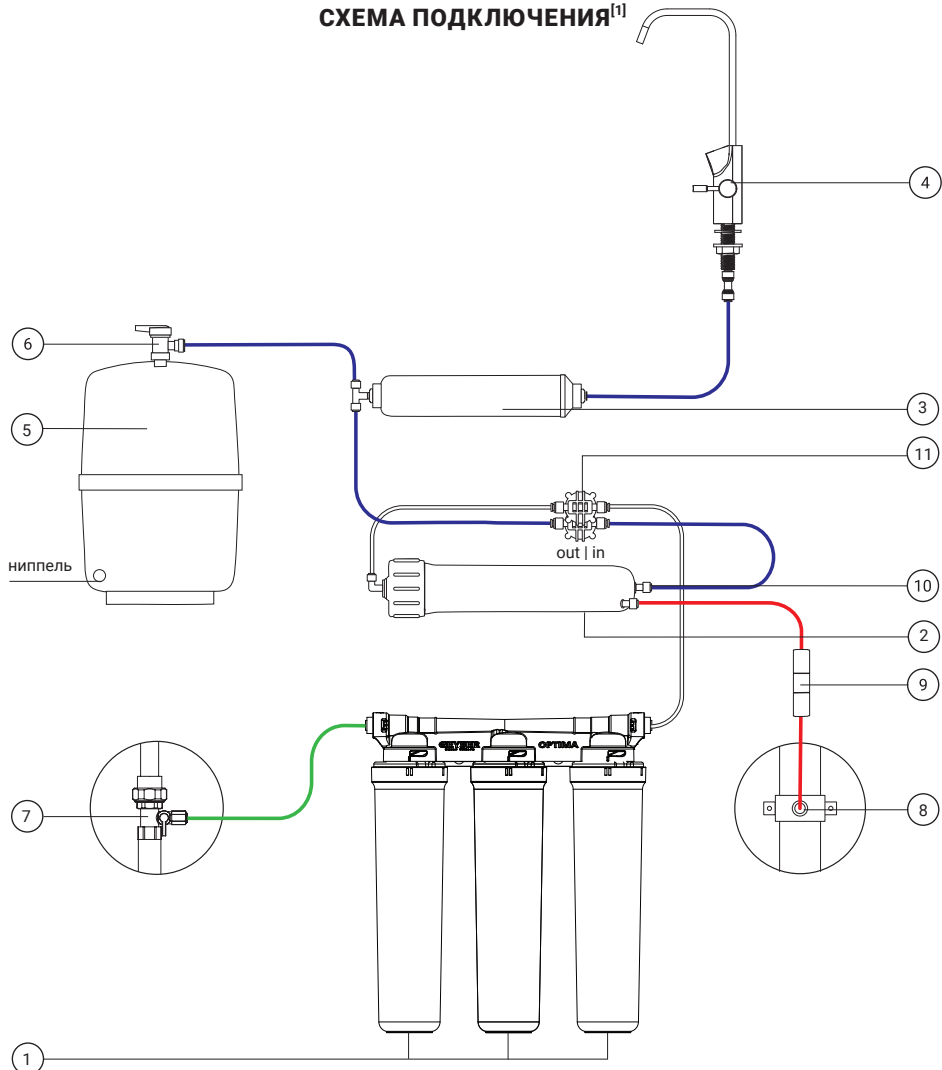

Рис. 2. Схема подключения Гейзер Престиж/Аллегро Оптима Макси
3. Свободный конец зеленой трубки присоедините к скобе фильтра в соответствии со стрелкой указания направления потока (см. разделы «Схема подключения» (стр. 7, рис. 2) и «Присоединение трубок» (стр. 10)).
5. Свободный конец красной трубки присоедините к ограничителю дренажного потока (см. разделы «Схема подключения» (стр. 7, рис. 2) и «Присоединение трубок» (стр. 9)).
4. Подключите первую часть синей трубки 1/4" к выходу угольного постфильтра (см. разделы «Присоединение трубок» (стр. 9) и «Схема подключения» (стр. 7, рис. 2)).